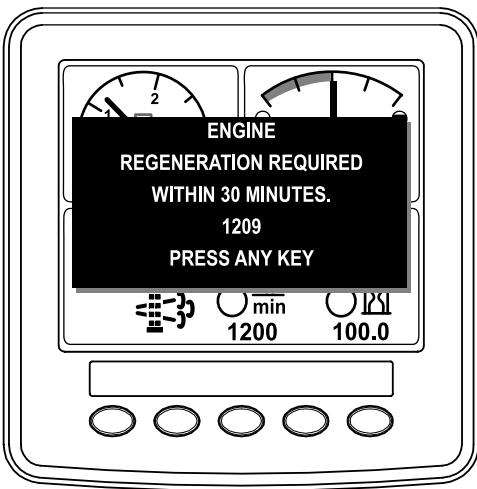

Bild 63
- Wenn Sie die Anforderung für eine geparkte Regenerierung (wird im InfoCenter angezeigt) ignorieren und die Maschine weiterhin einsetzen (Bild 63), sammelt sich eine kritische Rußmenge im Dieselpartikelfilter an.